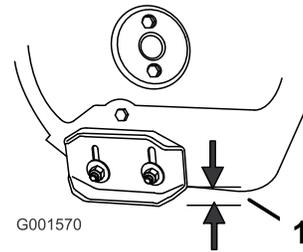

Figure 43
2. Ressortez la jauge et contrôlez le niveau d'huile (Figure 43). Faites l'appoint si le niveau est en dessous du repère « Add » sur la jauge. Voir Vidange de l'huile moteur (page 24).
2. Desserrez les écrous de fixation des deux patins aux côtés de la vis sans fin jusqu'à ce que les patins puissent coulisser aisément vers le haut et vers le bas (Figure 43).